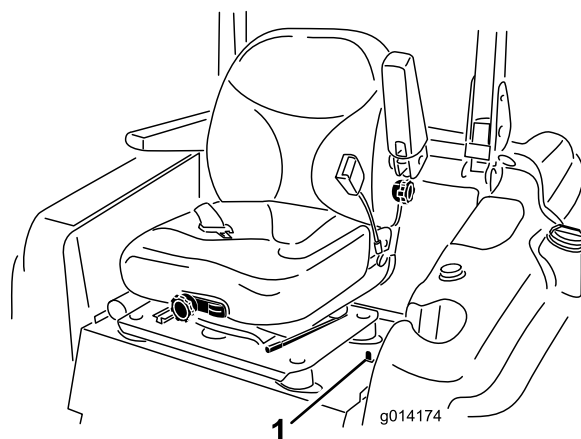

Figure 19
1. Déplacez le verrou du siège, situé sur le côté gauche du siège, vers l'arrière pour déverrouiller le siège et tirez le haut du siège en avant (Figure 19).